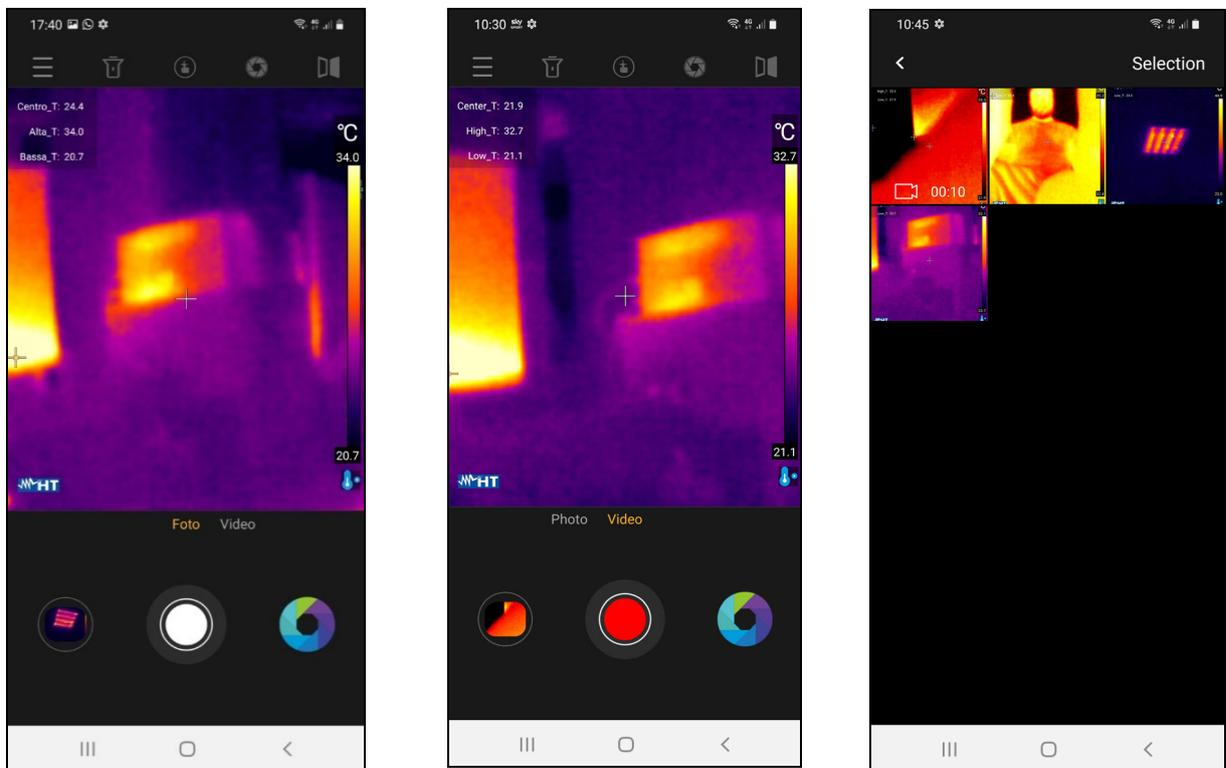

Fig. 9: Guardado de imágenes y vídeo
1. Toque el icono central blanco (ver la Fig. 3 – parte 17) para guardar la imagen presente en pantalla. El mensaje “Foto guardada” se muestra por un instante y la instantánea correspondiente se muestra en el icono abajo a la izquierda (ver la Fig. 3 – parte 15), como se muestra en Fig. 9 – parte izquierda
2. Toque la opción “Video” (ver la Fig. 3 – parte 14) para vídeo IR y toque el icono central con cuadrado rojo (ver la Fig. 9 – parte central) para terminar y guardar el vídeo IR. El mensaje “Vídeo guardado” se muestra por un instante
4. Toque el icono abajo a la izquierda (ver la Fig. 3 – parte 15 para acceder a la galería de imágenes y vídeo guardados (ver la Fig. 9 – parte derecha).